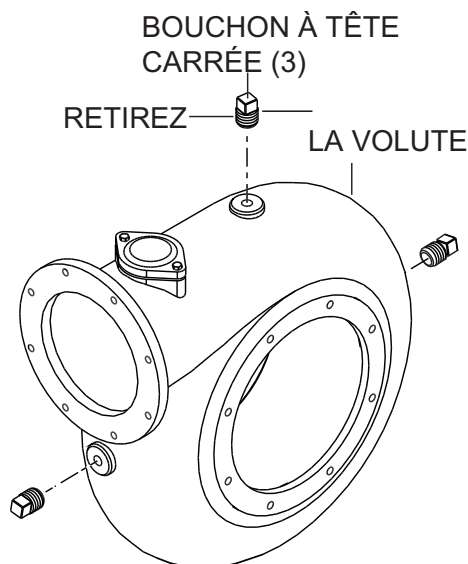

Figure 39. Retirez le bouchon (2)
1. Retirez les 3 bouchons d'aération à tête carrée (figure 39) de la volute.